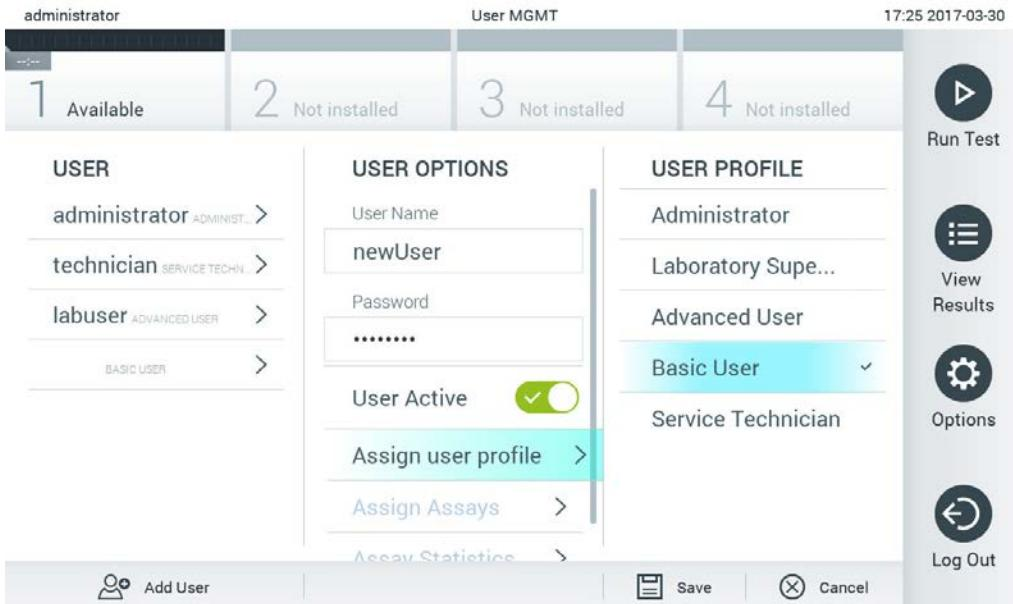

Figura 64. Alocarea unui profil de utilizator unui utilizator nou.
4. Apăsați **Assign User Profile** (Alocare profil de utilizator) și alocați profilul de utilizator corespunzător (din lista din dreapta zonei de conținut) noului utilizator (Figura 64, pagina următoare).